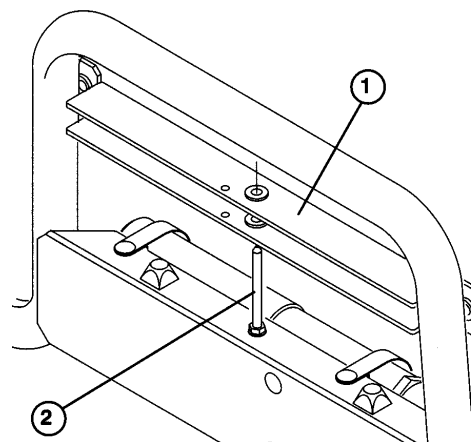

Figure 16
2. Sortir la béquille du goujon de rangement en haut du profilé de soutien de dossier du Workman® (Fig. 16).